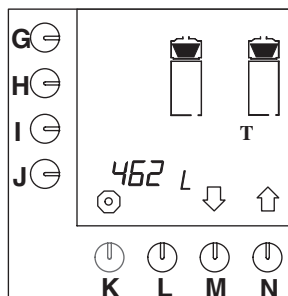

Fig. 50 Kaffebryggerens samlede tæller
- Tryk på valgknappen (N.)↑, indtil fig. 50 vises i displayet.